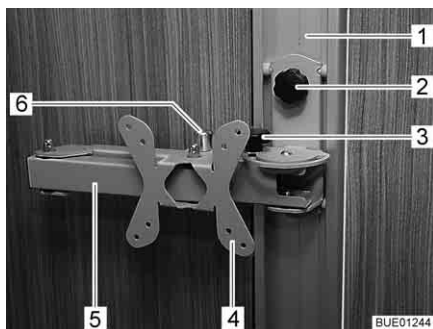

Fig. 69 Support sur rail
- Desserrer la vis à garret (Fig. 69,2) et placer le support (Fig. 69,4) dans le rail (Fig. 69,1) à la hauteur désirée.
- Desserrer la vis à garret (Fig. 69,3).
- Tirer sur le bouton de déverrouillage (Fig. 69,6). Le bras articulé (Fig. 69,5) est déverrouillé.
- Resserrer la vis à garret (Fig. 69,3).
- Faire retourner l'écran plat dans sa position initiale jusqu'à ce que le bras articulé (Fig. 69,5) s'enclenche de manière audible dans le verrouillage.
- Desserrer la vis à garret (Fig. 69,2), placer le support (Fig. 69,4) à la hauteur désirée et resserrer la vis à garret.